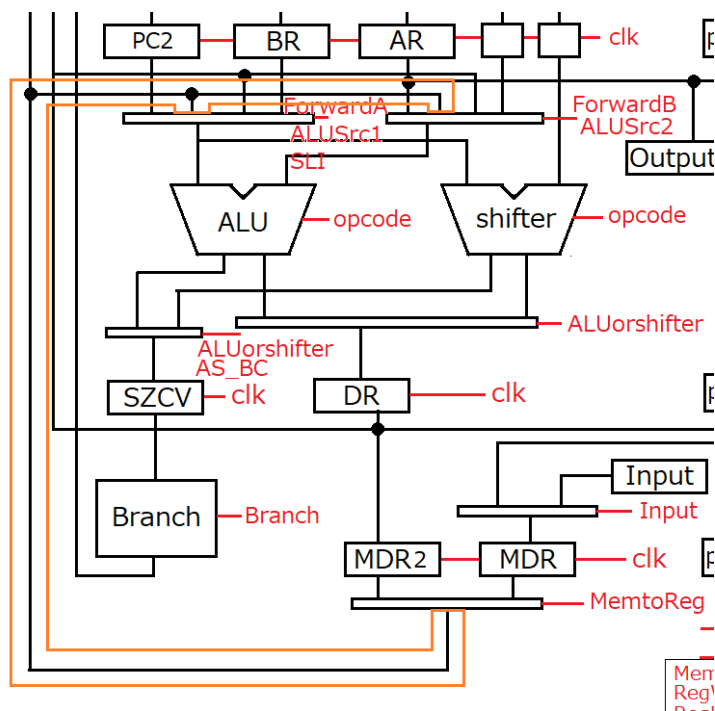

図5 フォワーディング回路①
- ① 一つ次の第5フェーズで書き込もうとしているレジスタの値をフォワーディングして一つ次の第3フェーズで使えるようにする。(図5)